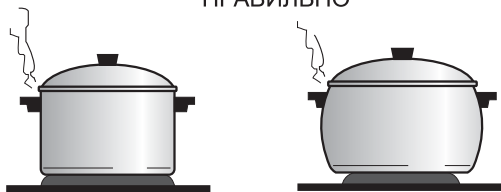

Рис. 8
- Для быстрого приготовления пищи посуда должна иметь плоское дно, хорошо прилегающее к поверхности конфорки. Диаметр посуды должен равняться или быть немного больше диаметра конфорки (рис. 8).